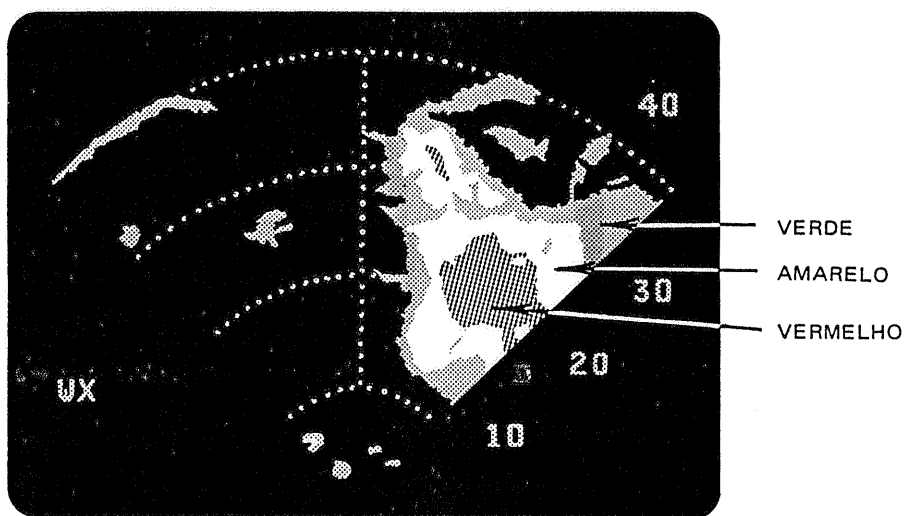

Figura 1-3. Imagem Típica de Condições Meteorológicas
- a) Observe a modalidade existente indicada no vídeo (veja a figura 1-3).